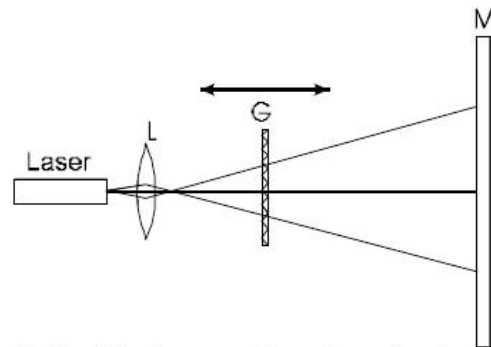

Fig. 6 Struttura per la diffrazione [G = oggetto di diffrazione (diaframma di apertura, reticolo) M = schermo in vetro smerigliato, L = lente]
- Posizionare il laser e lo schermo smerigliato uno di fronte all'altro con la massima distanza possibile sulla lavagna metallica (vedere fig. 6)